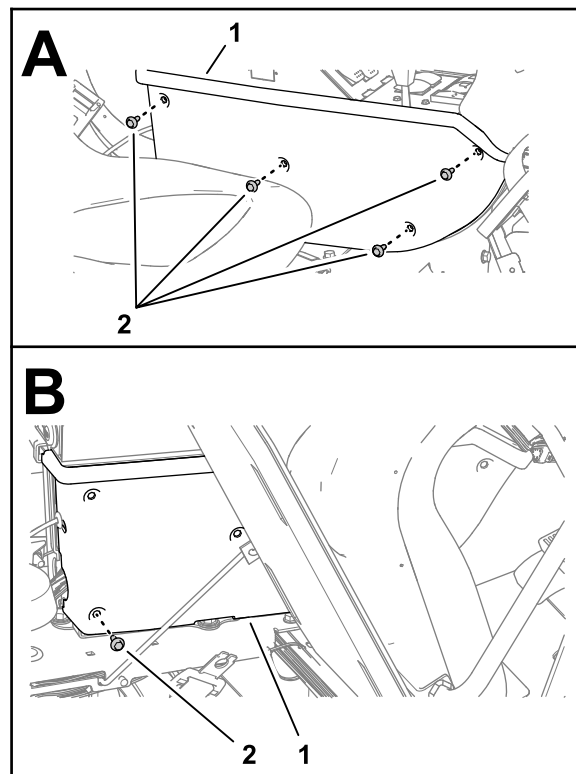

Figura 179
1. Monte el panel lateral en el bastidor de la consola (Figura 179) con 4 tornillos con arandela prensada (1/4" x 3/4").
2. Incline el asiento hacia adelante e instale el tornillo con arandela prensada trasero inferior (Figura 179).